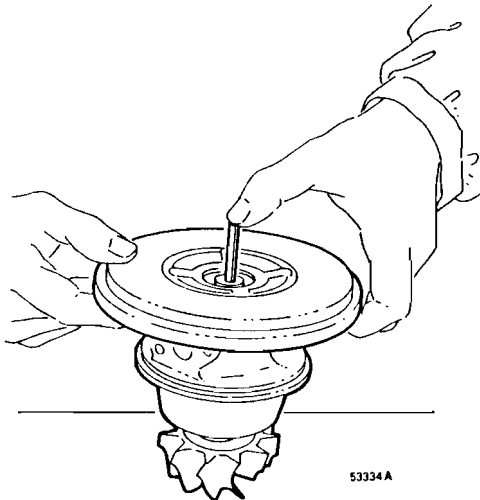

Fig. 254
- 6 Quitar la caja de cojinetes, véase la fig. 254.